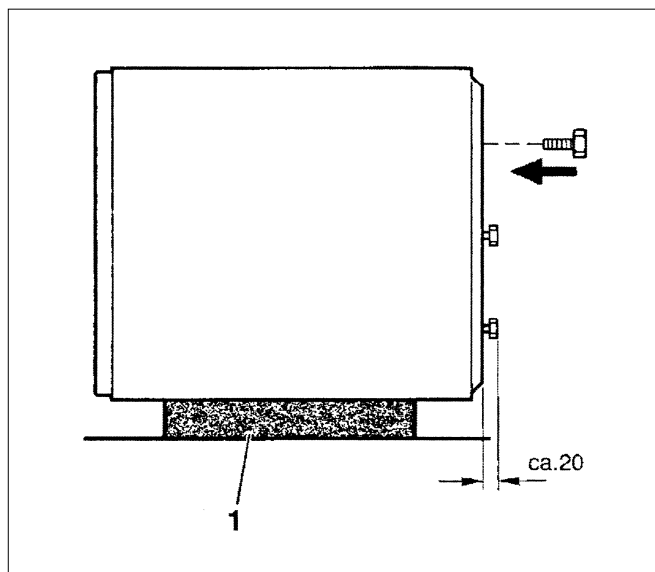

Fig. 3 Accumulatore sull'imbottitura di copertura superiore (rappresentazione schematica)
- Togliere l'imbottitura di copertura superiore (Styropor). Estrarre l'accumulatore sullo spigolo del pallet inferiore con il lato posteriore sul coperchio in polistirolo precedentemente estratto (Fig. 3, Pos. 1).